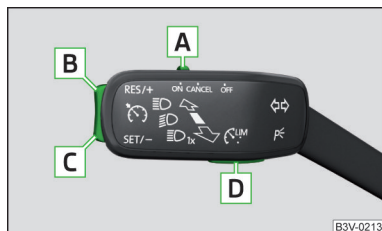

Fig. 272
**Vista general del sistema regulador del dispositivo de limitación de velocidad » fig. 272**
Al pulsar la tecla **D** » fig. 272 durante la regulación, se cancelará y se activará el GRA.